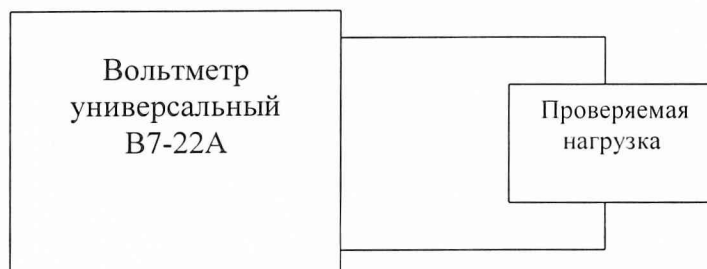

Рис. 2
8.3.3.1. Собрать схему согласно рис. 2.